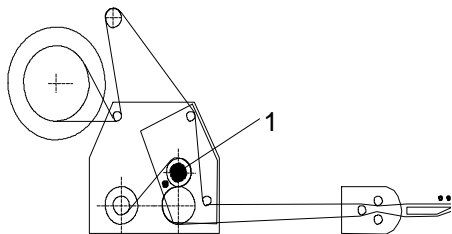

Bild 1
An der vorgezogenen Bahn die Etiketten vom Trägerpapier lösen. Anschliessend durch die Drehung des Knopfes (1) die Gegendruckwalze öffnen, das Trägerpapier (Schutzpapier) um die Spendecke umlegen und gemäss Schema (Bild 1) einfädeln.